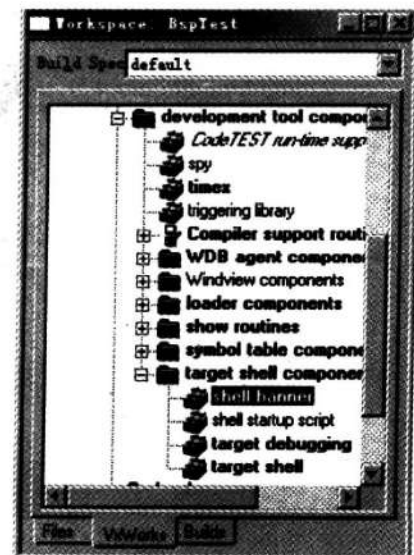

图 4-19 添加 Shell 组件
⑪ 添加 Shell 功能,在 Tornado 工程管理器中将 Shell 部件添加到工程中(如图 4-19 所示),再编译、下载并运行。